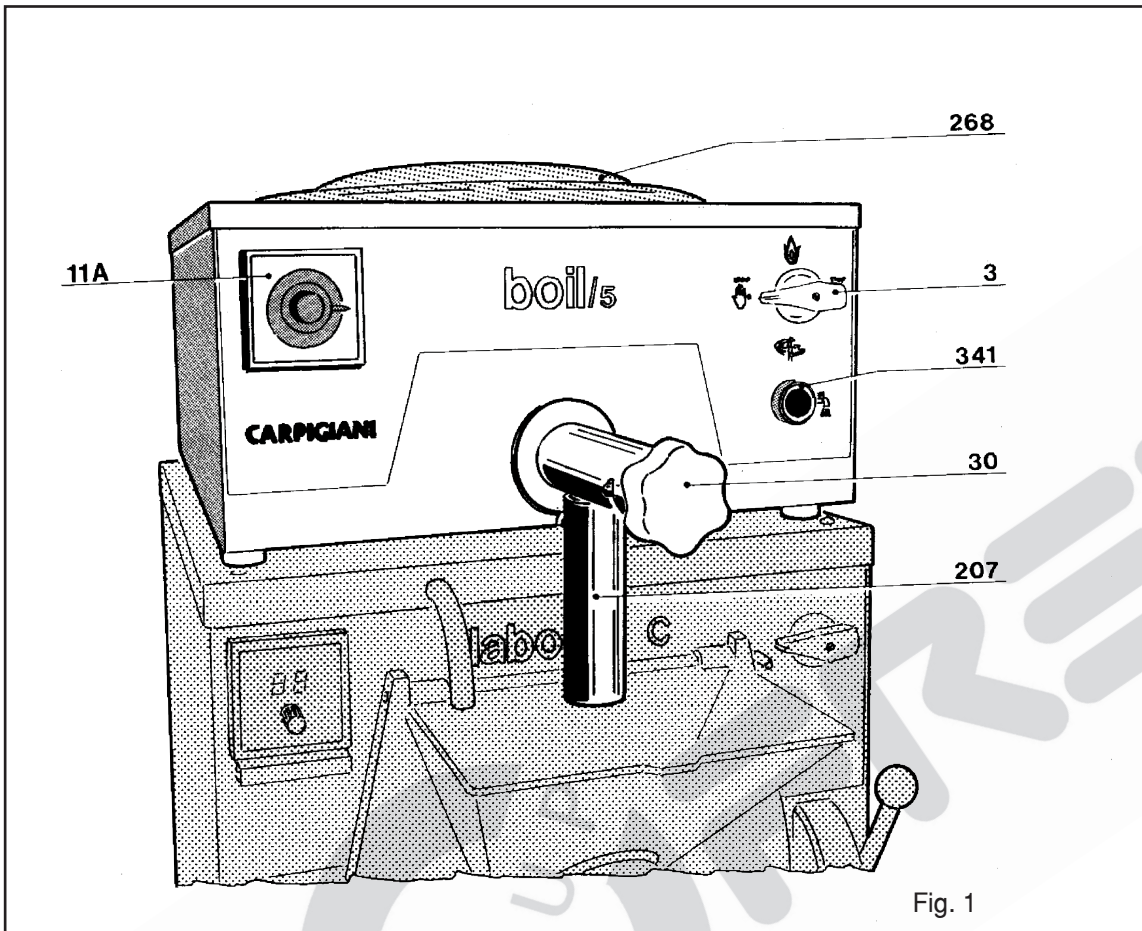

Fig. 1
Placer la fonction BOIL/5 sur le «LABO» tel qu'indiqué dans la fig. 1.
Commutateur pos. 3 (fig. 1)
- Mettre le chauffage et l'agitateur en marche. Une fois la température rejointe sur le thermorégulateur pos. 11A (fig. 1) la résistance électrique se détache automatiquement et, pendant que l'agitateur reste inséré, l'électrovanne s'excite dans l'eau qui refroidit le mélange.
Bouton distribution de l'eau pos. 341 (fig. 1)
Thermorégulateur pos. 11A (fig. 1)
Placer l'index du thermorégulateur pos. 11A (fig.1) en correspondance à la température selon le mélange désiré.
À ce point il est possible d'extraire le mélange qui s'introduira directement dans le «LABO», en ouvrant le robinet pos. 30 (fig.1).
À la fin de l'opération d'extraction, remettre le commutateur pos. 3 (fig. 1) en position d'«ARRÊT» et introduire immédiatement un nouveau mélange ou de l'eau pour le lavage du bac.
Le BOIL/5 est doté d'un thermostat de sécurité TES étalonné à 100 C qui intervient dans le cas de dysfonction du thermorégulateur (pos. 11A - fig. 1)